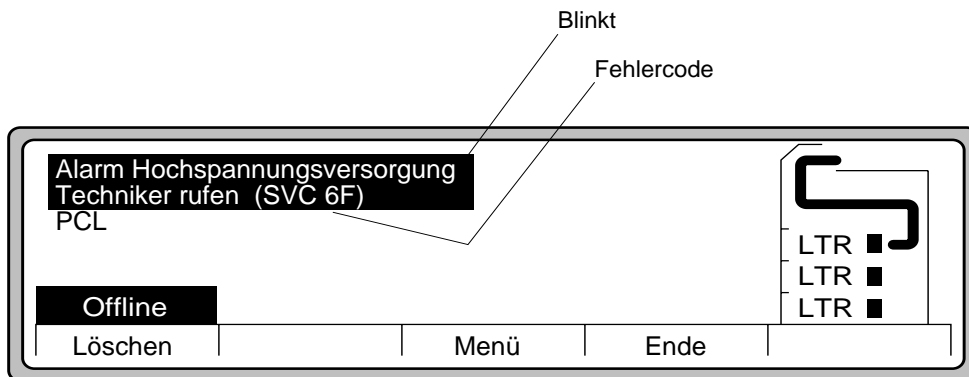

Abbildung 3-71 Techniker (Servicebeauftragten) rufen
1. Der Drucker diagnostiziert das Problem eventuell selbst und zeigt eine Meldung wie die in Abbildung 3-71 dargestellte an.